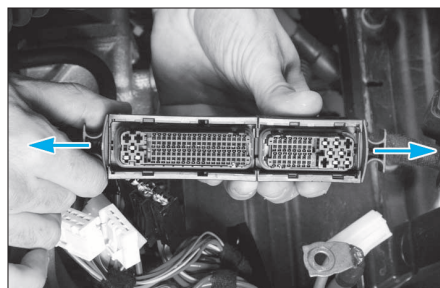

FIG. 36
- Déverrouiller les sécurités des connecteurs du calculateur (Fig.36).